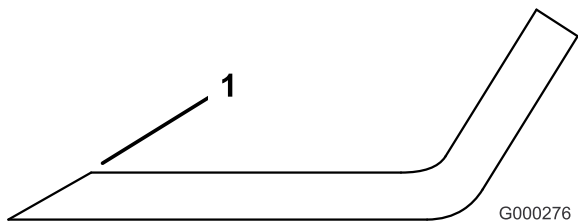

Bild 53
1. Schärfen Sie die Schnittkante an beiden Enden des Schnittmessers mit einer Feile (Bild 53). Behalten Sie den ursprünglichen Winkel bei. Das Schnittmesser behält seine Auswuchtung bei, wenn von beiden Schnittkanten die gleiche Materialmenge entfernt wird.